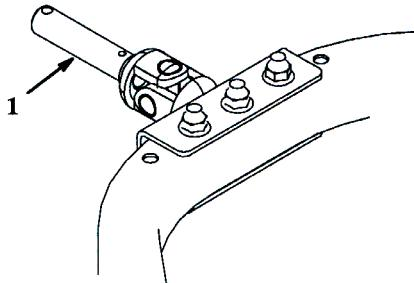

図4
1. サルキーのピボット・シャフトの未塗装部分に薄くオイルを塗る(図4)。